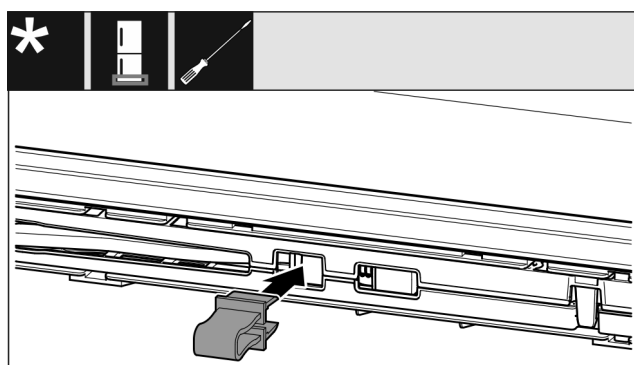

Fig. 17
- Innestare il fusibile nell'apertura. (vedere Fig. 17)